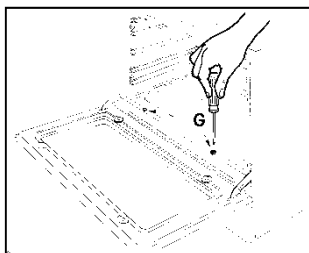
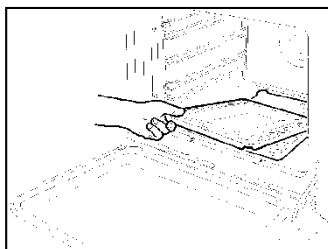

Fig.11
Fig.12
1. Togliere il piano forno togliendo le viti **G** (se esistono) (**Fig. 11**) , e rimuovere il piano (**Fig. 12**).